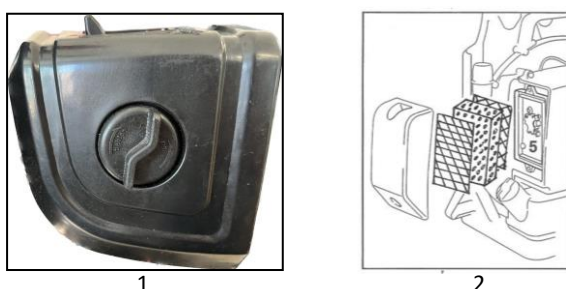

Fig. 7
- Estrarre il filtro (**Fig. 7**);